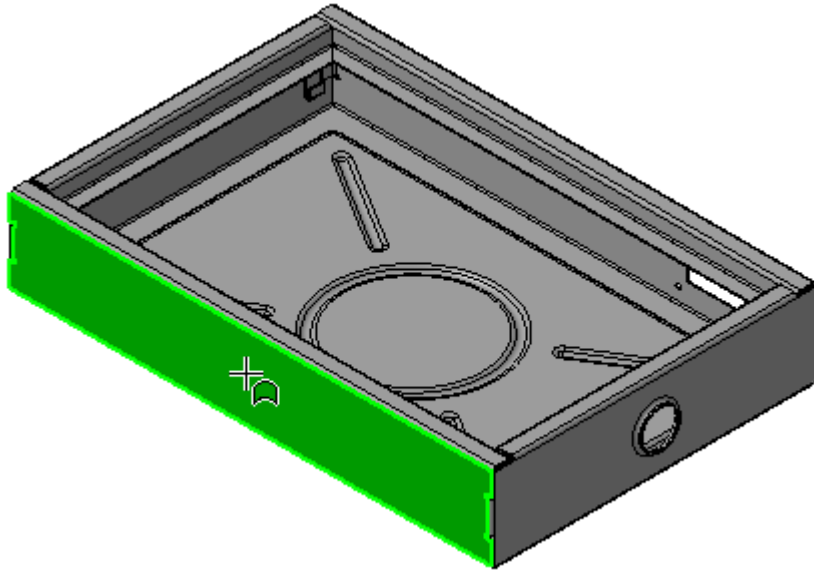

Рисунок 67.
- Укажите грань и создайте эскиз (рис. 67, 68).